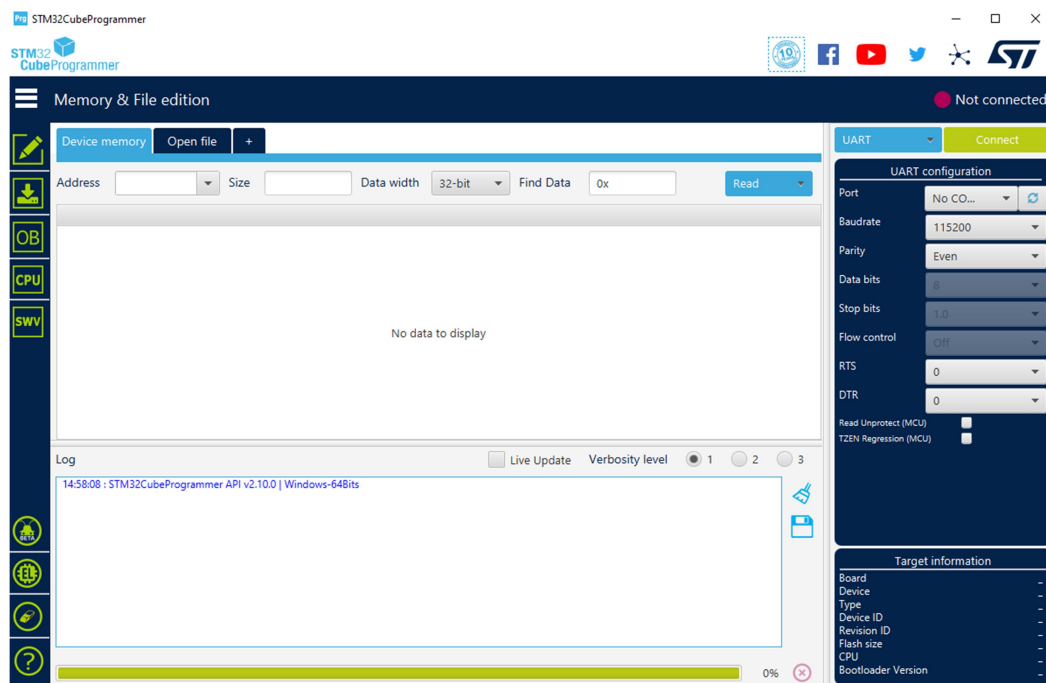

Рисунок 1
1) Открыть программу «STM32CubeProgrammer» (рисунок 1).